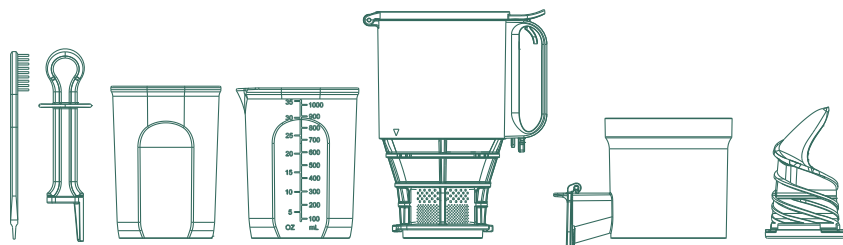

Fig. 14
2. Lave las partes desmontadas (Fig. 14) con agua. Si el colador está obstruido con pulpa, use el cepillo de limpieza provisto para eliminarla.